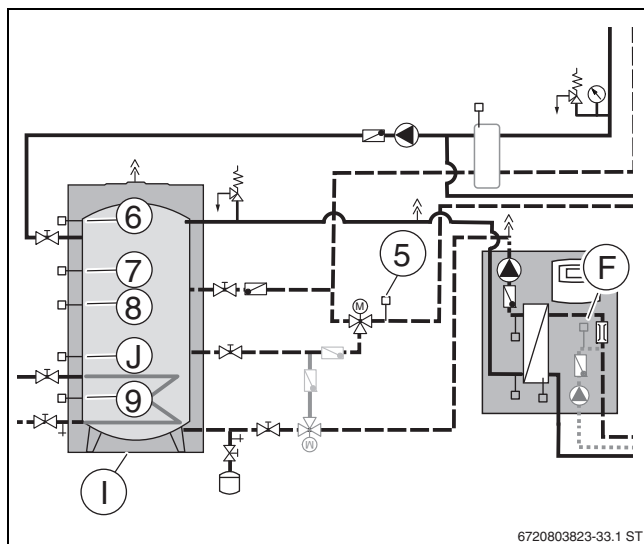

Bild 41 Anwendungsbeispiel für bis zu 18 Wohneinheiten
- Temperaturfühler entsprechend der aufgeführten Positionen in den Beispielen fachgerecht montieren (→ Bild 41 und 42).